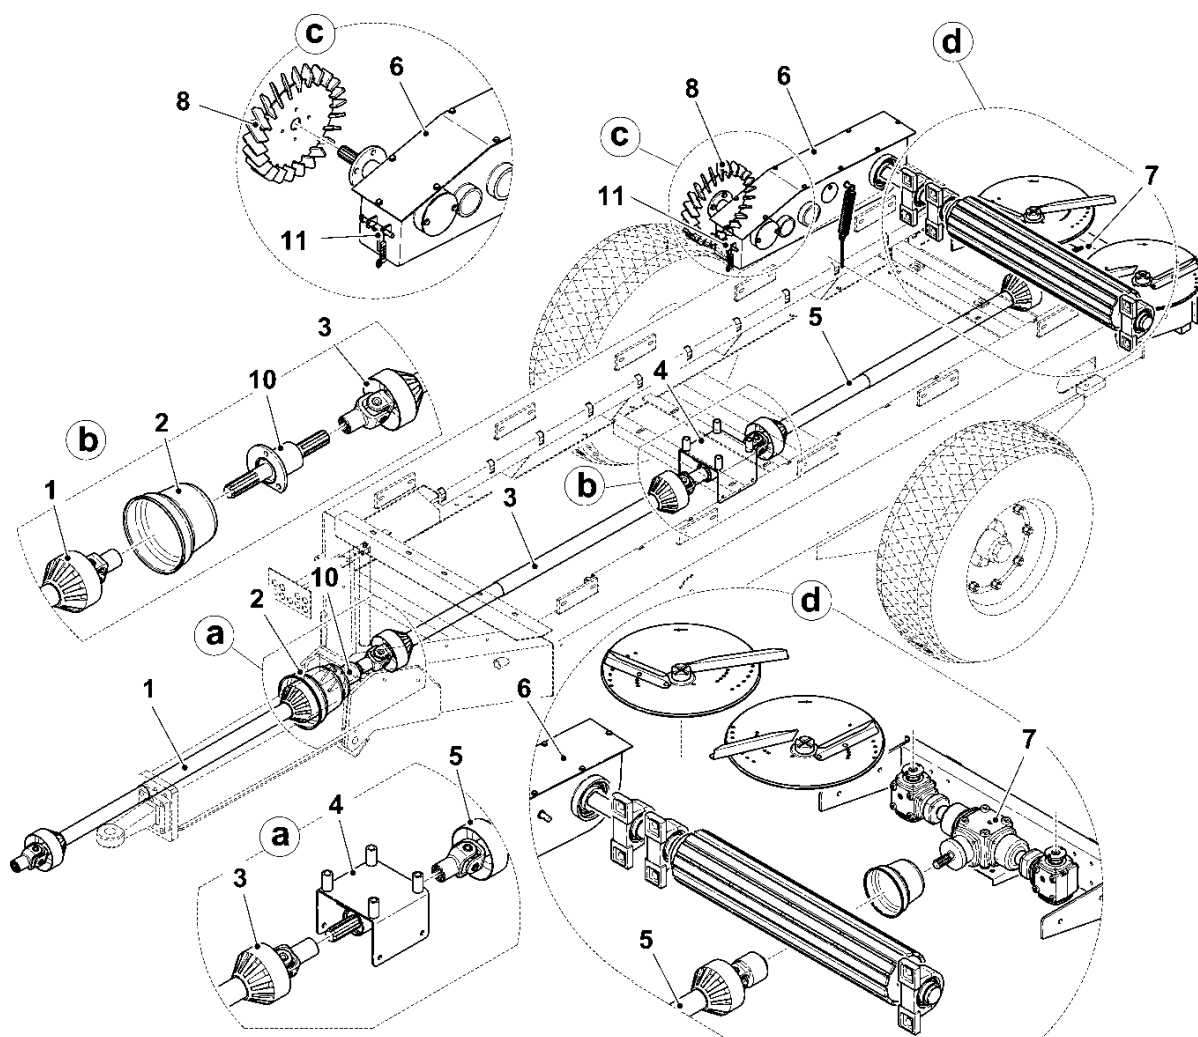

Рис. 4 – Схема механического привода напольного конвейера и механических высевающих дисков
Привод механический высевающих дисков – (рис. 4) передается от ВОМ трактора через карданный вал (1) на втулку дышла (10) последовательно через приводной вал (3) на будку привода (4) через приводной вал (5) на коническую шестерню и на высевающие диски (7). Для получения оптимальных характеристик работы разбрасывателя обороты входного вала на ВОМ трактора должны быть 540 об/мин. Применение меньших или больших оборотах вызовет недопустимый высев удобрений или даже повреждение элементов передачи привода.